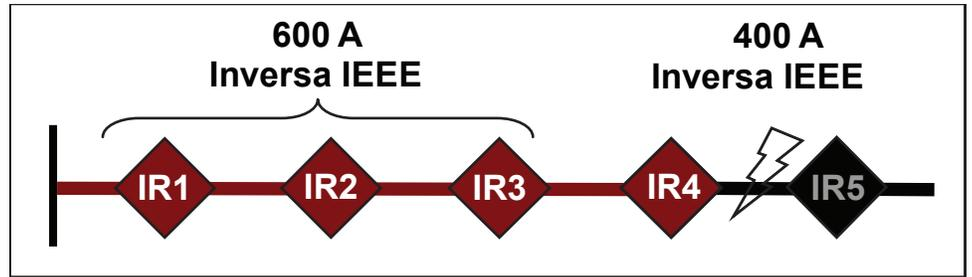

Figura 20. Falla temporal de la CEC; IR2 e IR3 cambian a una curva TCC más lenta.
- IR2 e IR3 cambian a una curva TCC más lenta. Vea la Figura 20 en la página 43.